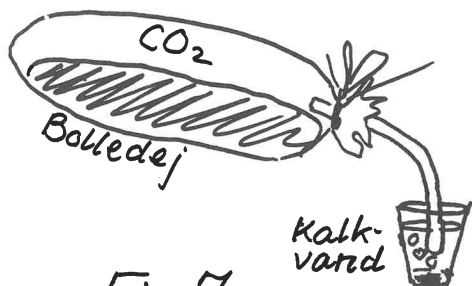

Fig. 7
a) CO_2 fremstilles lettest i forbindelse med forberedelser til bagning. Fig. 7 forestiller en gærdej (bolledej), der er lagt til hævnning i en plasticpose, der lukkes som vist på figuren. Posen er spændt ud p. gr. af den dannede CO_2 -mængde. Figuren viser det øjeblik, hvor CO_2 gennem den netop indstukne plasticslange presses gennem kalkvand, der først grumles og senere klares igen.